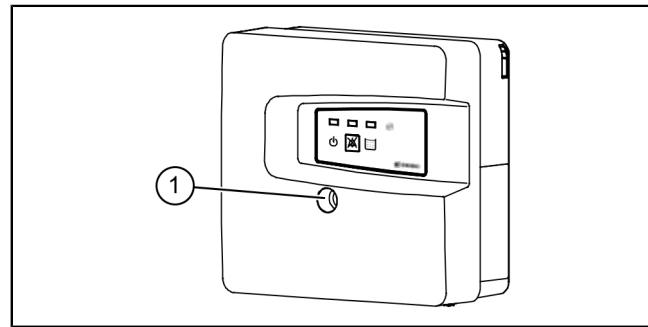

Abb. 5: Gehäuse öffnen
- ▶ Gehäusedeckel öffnen **④** (siehe "Abb. 5: Gehäuse öffnen", Seite 16).
- ▶ Anschlusskabel durch die Kabdurchführungen ziehen. **⑤**
- ▶ Anschlusskabel gemäß Anschlussplan (siehe "Anschlussplan", Seite 14) an den Klemmleisten befestigen. **⑥**